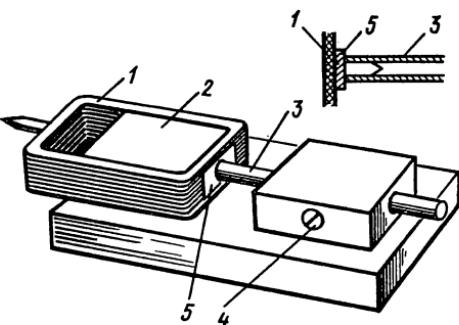

Рис. 22. Приспособление для приклеивания буск к катушкам:
**Ремонт катушек, шунтов и добавочных сопротивлений.** В случае повреждения изоляции проводов и невозможности обнаружения места и ремонта изоляции катушку изготавливают вновь, сохранив количество витков, размеры, марку и диаметр провода. Чаще всего используются медные провода марок ПЭЛ, ПЭВ, ПЭТ. Катушки наматывают на специальном намоточном (настольном) станке либо на каркас, либо на разъемный шаблон (если катушка бескаркасная). Провода укладывают друг к другу рядами. Каждый слой покрывают лаком ГФ-95 или бакелитовым. На рис. 22 показано приспособление для приклейивания буск к катушкам. Катушку 1 располагают на оправке 2. В пуансон 3 вставляют буску 5, смазанную kleem БФ. Этим же kleem смазывают и катушку в том месте, где устанавливается буска. Надавливая на пуансон, прижимают буску к катушке, пуансон закрепляют винтом 4 и так сушат в термостате. Аналогично приклеивают и вторую буску.